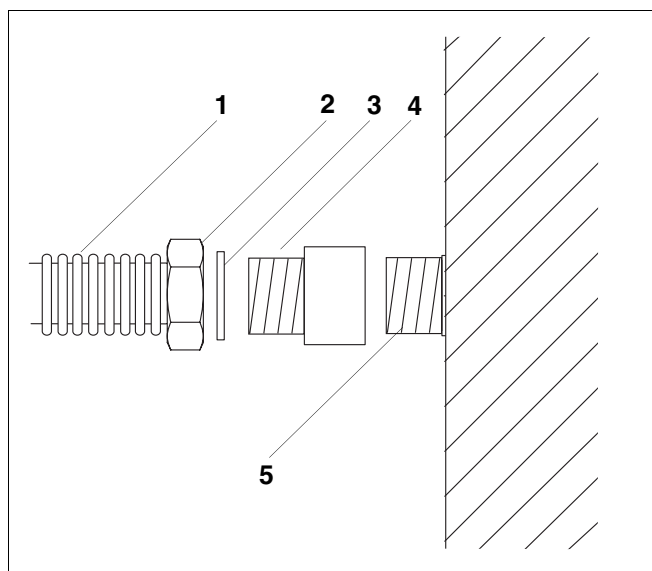

Fig. 9 Collegamento del tubo ondulado in acciaio inox all'accumulatore con attacchi R1
Il raccordo Rp1 × R1 (fig. 9, **pos. 4**) viene impiegato sull'attacco accumulatore R1 (fig. 9, **pos. 5**) per ottenere una migliore superficie di tenuta e di conseguenza una buona tenuta ermetica sull'attacco dell'accumulatore.
- Avvitare il raccordo Rp1 × R1 (fig. 9, **pos. 4**) all'attacco dell'accumulatore R1 (fig. 9, **pos. 5**) per collegare quest'ultimo al set idraulico completo.
- Inserire la guarnizione (fig. 9, **pos. 3**) nel dado di raccordo premontato Rp1 (fig. 9, **pos. 2**).
- Avvitare il dado di raccordo premontato Rp1 (fig. 9, **pos. 2**) del tubo ondulado in acciaio inox alla filettatura R1 del raccordo Rp1 × R1 (fig. 9, **pos. 4**).